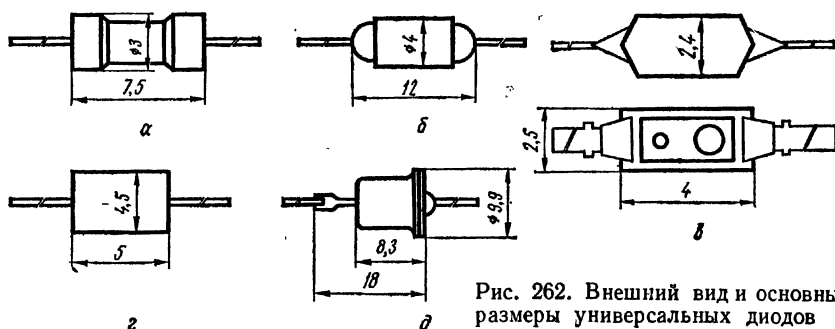

Рис. 262. Внешний вид и основные размеры универсальных диодов
**ГД402 (А, Б).** Диапазон рабочих температур от  $-60$  до  $+70^{\circ}\text{C}$  (см, рис. 262, а).
**ГД403 (А, Б, В).** Диапазон рабочих температур от  $-25$  до  $+55^{\circ}\text{C}$  (см, рис. 262, б).
**КД410 (А, Б).** Диапазон рабочих температур от —40 до +85° С. Наибольшая температура корпуса 110° С. Граничная рабочая частота 20 кГц. Маркировочная метка на корпусе КД410А со стороны положительного вывода красная, у КД410Б со стороны отрицательного вывода — синяя (см. рис. 262, з).
КД411 (А, Б, В, Г). Диапазон рабочих температур от  $-40$  до  $+90^{\circ}\text{C}$  (см. рис. 262, д).